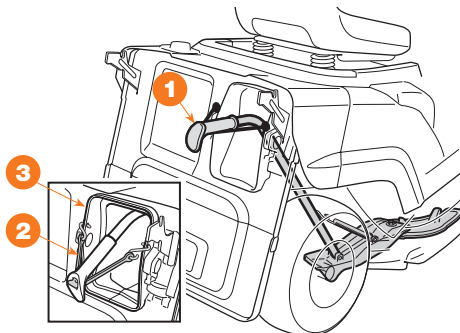

Рис. 16
- Установить режущий узел в самое верхнее положение и установить оснастку для «мульчирования» **1** через отверстие для выброса, протолкнув ее до упора в выбросной канал (Рис. 16).